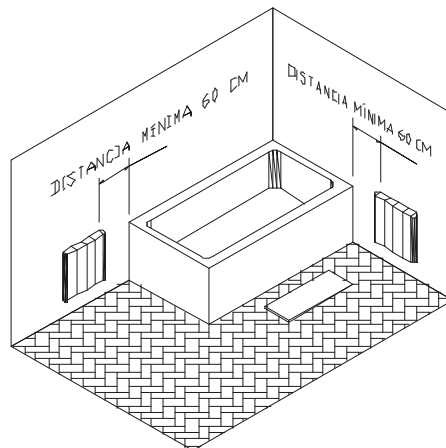

Figura 1
- Instale el aparato de tal modo que los interruptores y otros controles no puedan ser tocados por alguien que esté en una bañera o ducha (Figura 1).